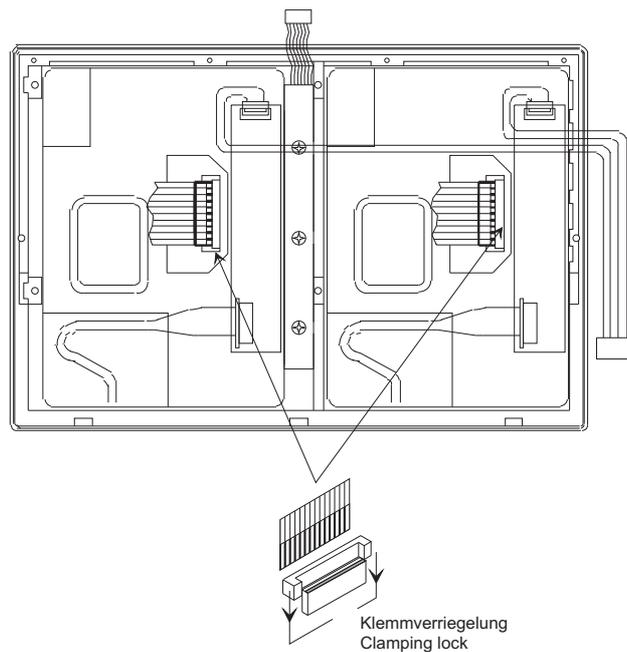

Bild D 8-8: Befestigen der Flachbandkabel an der neuen Displayeinheit
12. Stecken Sie die flexiblen Flachbandkabel wieder am Display auf. Achten Sie darauf die Flachbandkabel nicht durch Verkanten zu beschädigen (Bild D 8-8).